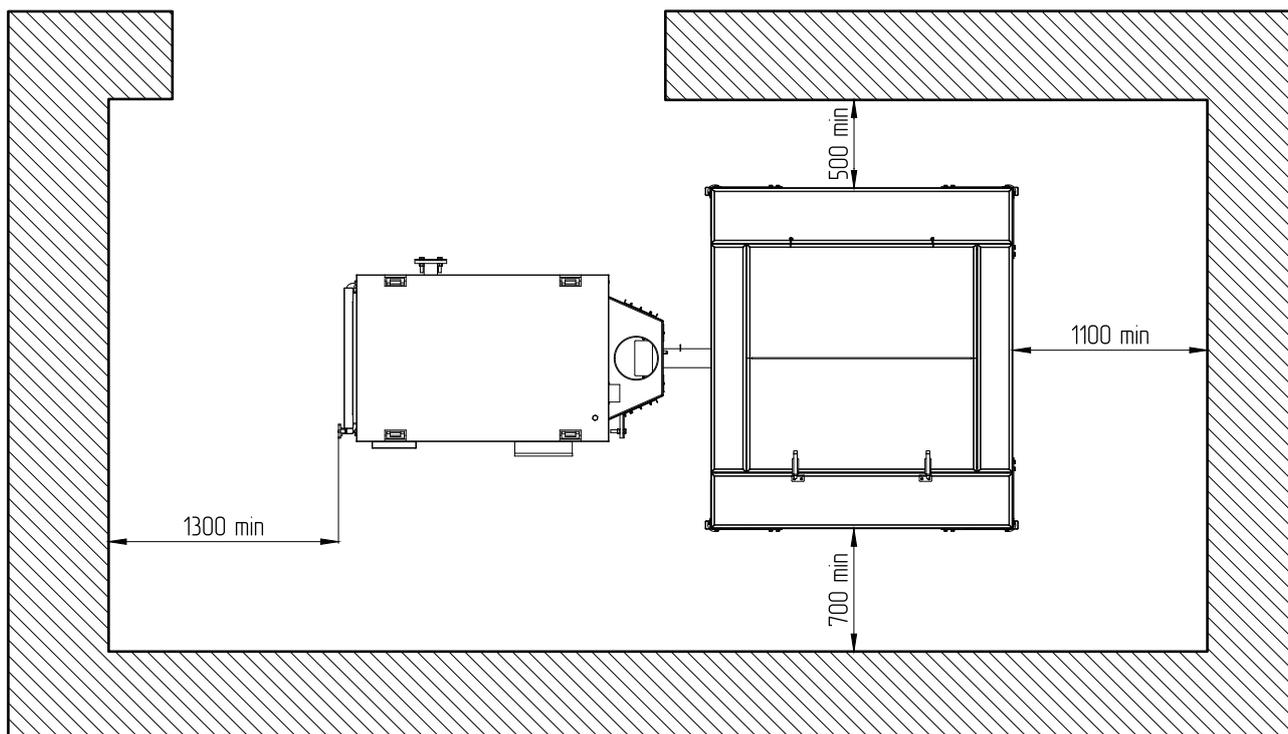
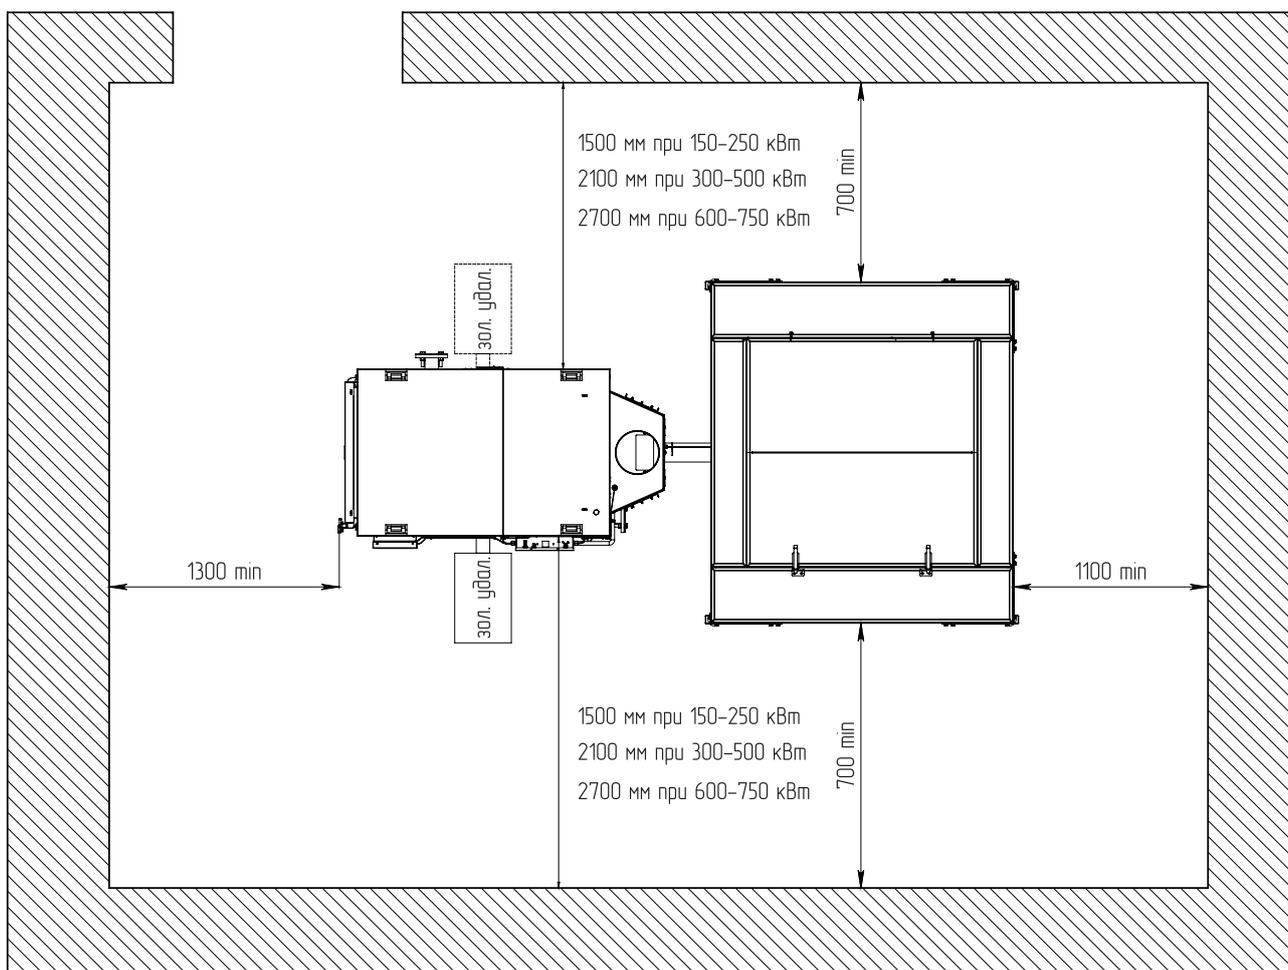

Рис.9 Расположение котла в помещении котельной (без учёта комплекта золоудаления)
Рис.10 Расположение котла в помещении котельной (с учётом комплекта золоудаления)
- Расположение котла в помещении с учетом необходимого для обслуживания пространства показано на **Рис.10** (только для исполнения «Стационарный»);
- Перед котлом должно быть манипуляционное пространство не менее 1300 мм. При использовании комплекта золоудаления манипуляционное пространство со стороны зольного ящика должно быть не менее 1500 мм при мощности котла 150-250 кВт, 2100 мм при мощности 300-500 кВт и 2700 мм при мощности 600-750 кВт (см. **Рис.9**);
- С боковых сторон необходимо оставлять пространство для доступа к задней части котла в соответствии с **Рис.9, Рис.10** (при использовании комплекта золоудаления).
Расположение котла в помещении с учетом необходимого для обслуживания пространства показано на **Рис.9, Рис.10.**
Внимание! Принципиальные схемы (**Рис.9, Рис.10**) показаны без учета масштаба, не могут являться основанием для проектирования котельной.
Размеры разделок и отступок для печей заводского изготовления и дымовых каналов принимаются в соответствии с документацией завода-изготовителя (настоящим паспортом и инструкцией по эксплуатации) - см. **Рис.9, Рис.10**.